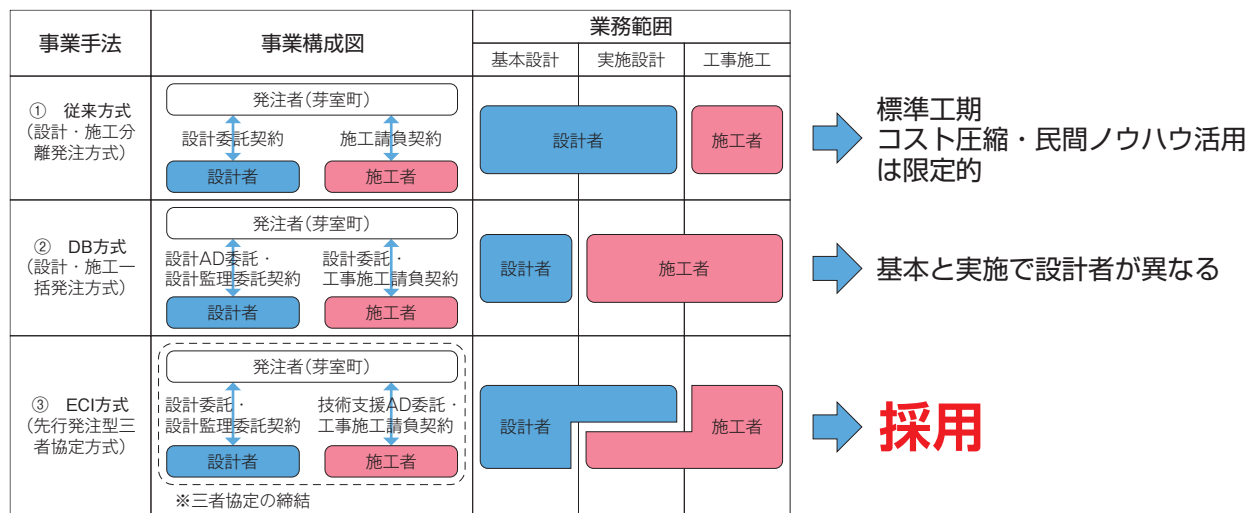

図2 基本設計から工事施工の事業手法比較
④実施設計については、道内で初めてとなる ECI（アーリー・コントラクター・インボルブメント）を採用しました。設計者が行う実施設計に施工者も参画する手法です。プロポーザルで選定した設計者とともに様々な意見により積み上げた基本設計のコンセプトを継承するためには、基本設計者の継続した関わりが必要であると判断しました（図2）。